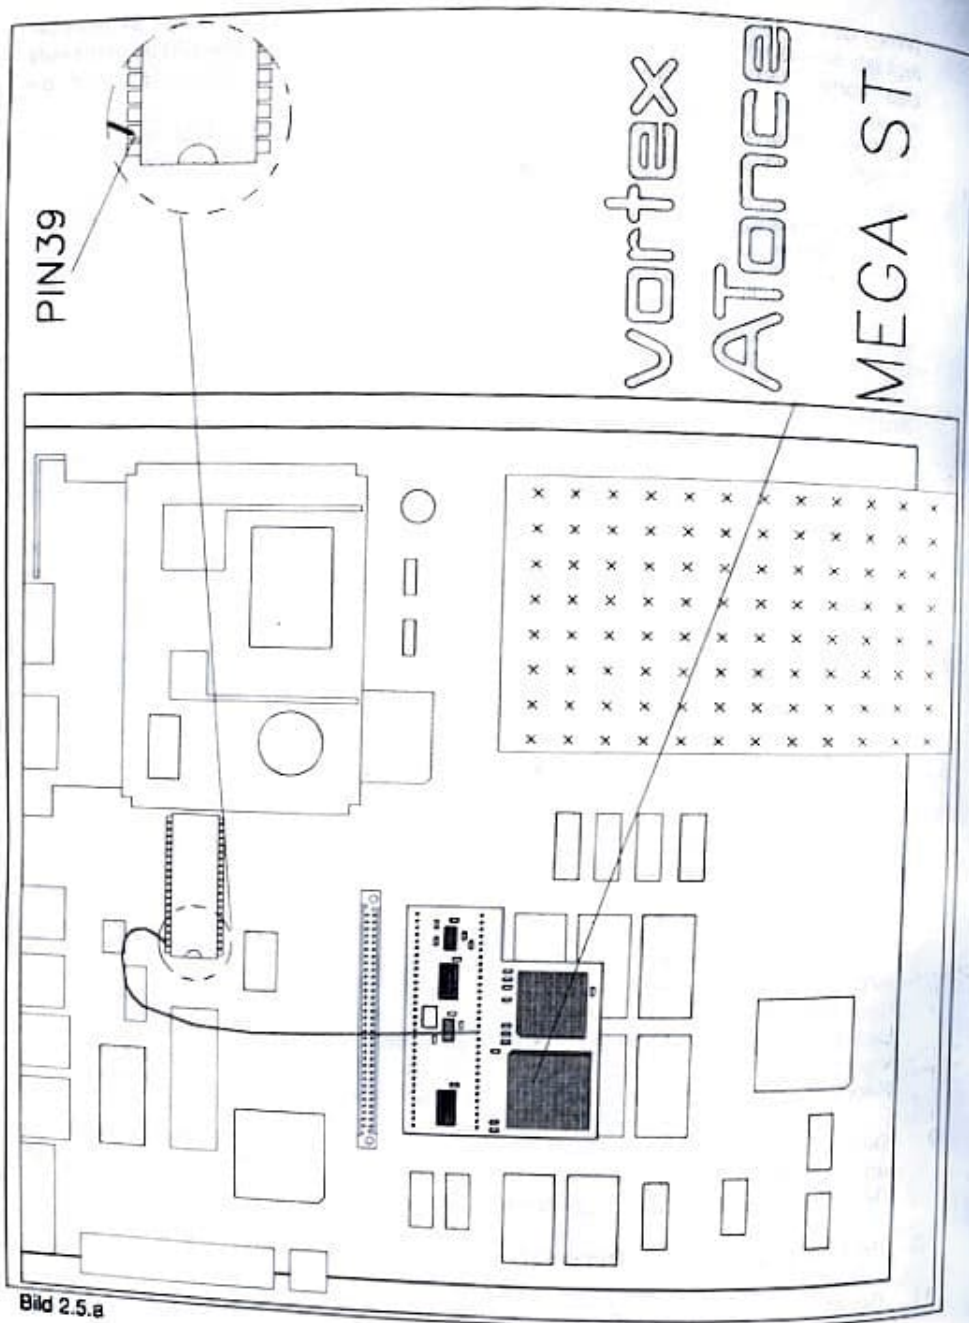

Bild 2.5.a
6. ATonce wie in Bild 2.5.a dargestellt, in die aufgelötete Fassung einstecken. Darauf achten, daß alle Pins der ATonce Leiterplatte (64 Stück) sauber in die Fassung eingeführt werden (nicht verkanten) und fest sitzen.
7. Das freie, von der ATonce-Leiterplatte weghängende Kabel an den entsprechenden PIN des SHIFTER-Bausteins (PIN 39) anlöten. Über dieses Kabel erhält der ATonce seinen 16MHz Takt. Siehe Bild 2.5.a.